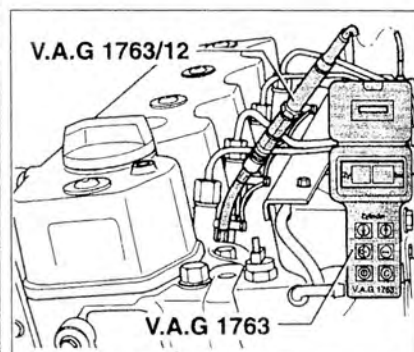

Рис. 4.22. Вкрутите переходник V.A.G 1763/12 в отверстие под свечу накаливания и проверьте давление компрессии тестером V.A.G 1763 или 1381.
3. Вкрутите переходник V.A.G 1763/12 в отверстие под свечу накаливания (рис. 4.22). Проверьте компрессию тестером V.A.G 1763 или 1381.